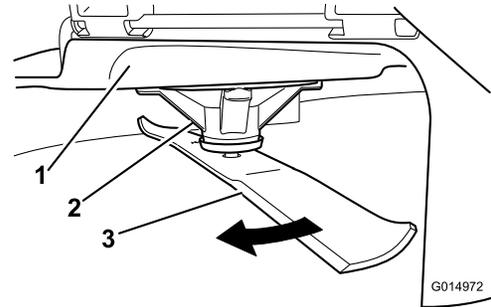

図 76
- 厚手の丈夫な手袋をはめるなどして確実に保護した手で、ブレードをゆっくり回転させ、適当な位置で、刃先から床面までの距離を測定する 図 76。